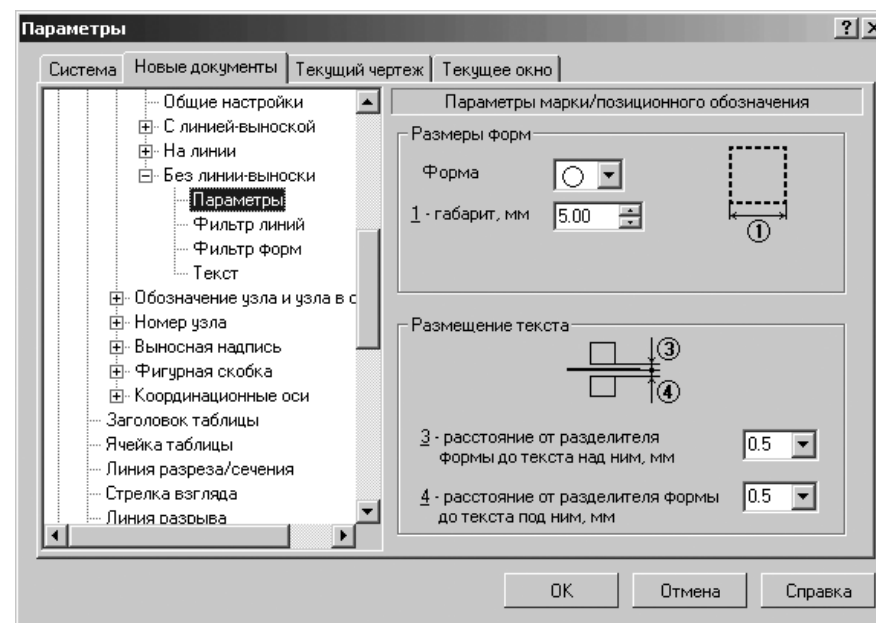

Рис. 10.54. Диалоговое окно **Параметры** с открытой вкладкой **Новые документы** и панелью **Параметры марки/позиционного обозначения**
- щелкните в списке настраиваемых элементов **Без линии-выноски** по пункту **Параметры**. В правой части появится панель **Параметры марки/позиционного обозначения**, показанная на рис. 10.54;